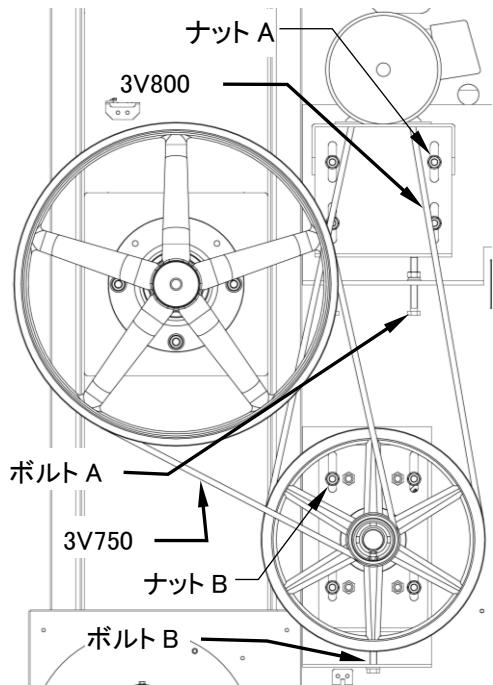

図 9-1
9.3.1 Vベルト(図 9-1)
- ・機械後方に回り、V ベルト(3V750)を外します。(図 9-1)